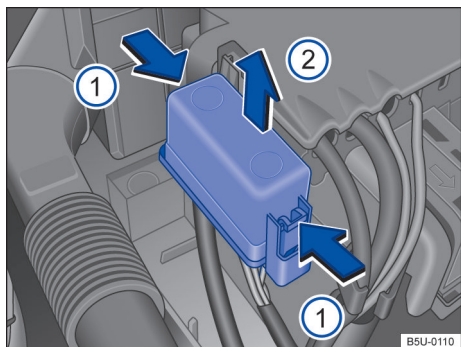

Fig. 153 No compartimento do motor: cobertura da caixa de fusíveis.
- Pressionar as travas no sentido da seta → Fig. 153 ①, para destravar a cobertura da caixa de fusíveis.
- Remover a cobertura por cima, no sentido da seta ②.
- Para a **instalação**, colocar a cobertura sobre a caixa de fusíveis. Pressionar a cobertura para baixo, no sentido contrário da seta ②, até que trave de forma audível.